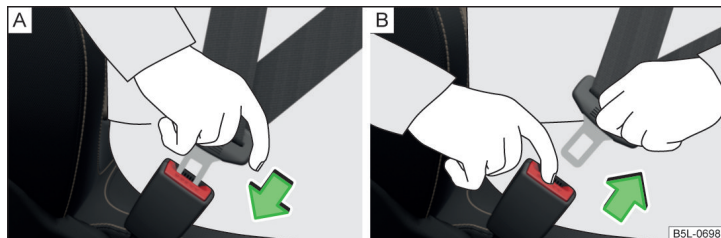

Fig. 5 Colocar y quitar el cinturón de seguridad
- » Introduzca la lengüeta en el cierre correspondiente al asiento » fig. 5 - [A] hasta que se oiga que encaja.
- » Pulse la tecla roja en el cierre del cinturón » fig. 5 - [B], la lengüeta del cinturón saldrá disparada.